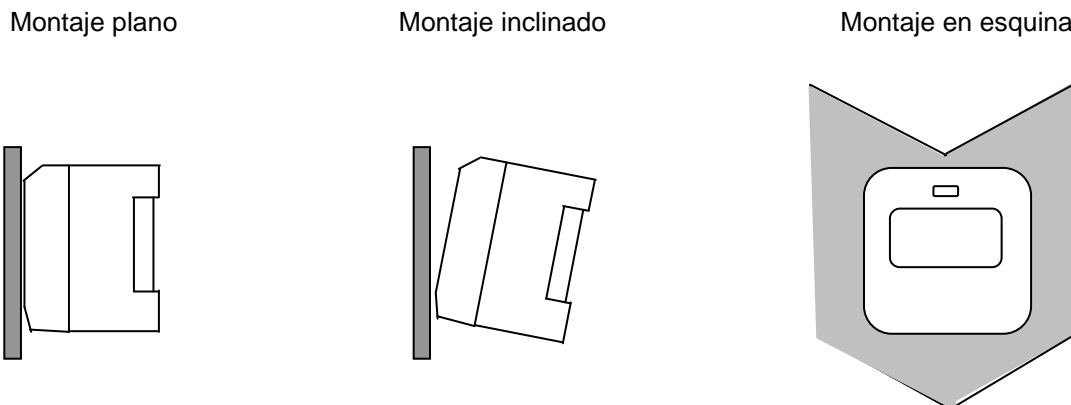
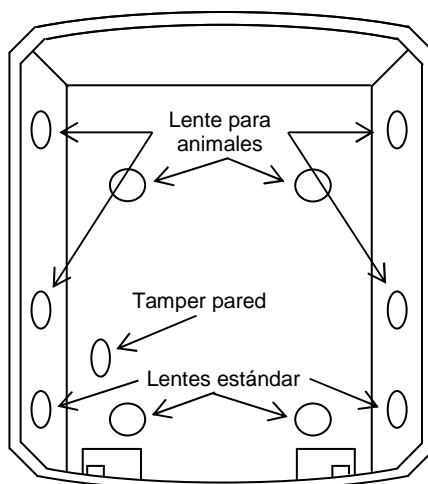

Figura 9
Figura 10
El detector puede ser montado de forma plana, inclinada o en esquinas, dependiendo de la aplicación (figura 9).
2. Retire los troquelados que mejor se adapten al montaje del detector. Vea la figura 9 para las opciones de montaje. Vea también la figura 10 para determinar que taladros usar para montar el detector. Utilice los taladros de la parte inferior laterales para montaje en esquina, o los inferiores situados en la parte trasera del soporte para montaje en superficie, cuando utilice lentes estándar. Para aplicaciones en las que no existan animales de compañía, utilice los taladros de la parte inferior del soporte. Para aplicaciones con animales de compañía utilice los taladros de la parte superior del soporte junto con lentes para animales.
3. Si además de la protección de tamper del soporte también desea tamper de pared, retire el troquelado marcado como 'Tamper pared' (figura 10).